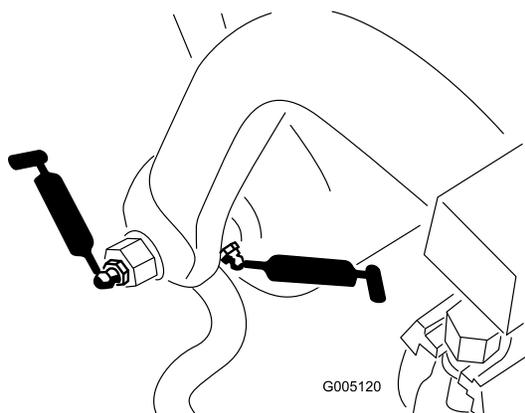

Рисунок 31
- Вал приводной рамы и ролик (12 шт.) (Рисунок 31)